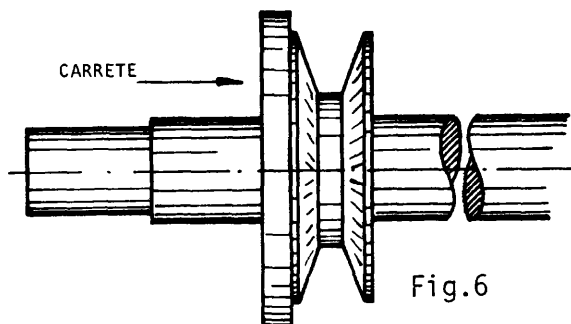

Fig.6
- 1) Si el carrete (fig.6) está trabado, presiónelo hacia el núcleo y limpie el eje con un paño húmedo en gasolina.